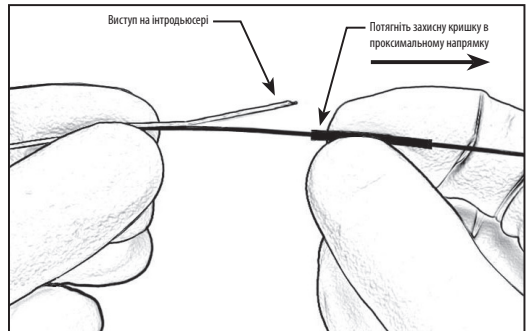

Рисунок 3. Потягніть захисну кришку в проксимальному напрямку
15. Тримайте пристрій дистальніше захисної кришки і потягніть захисну кришку у проксимальному напрямку, щоб відкрити виступ на інтродьюсері. Див. рисунок 3.